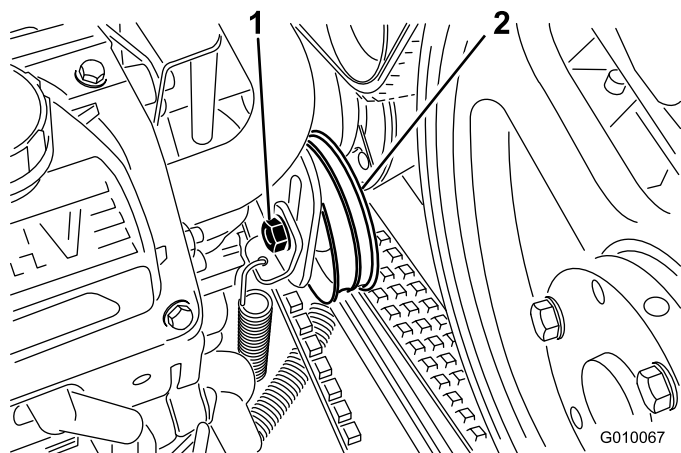

Рисунок 57
3. Ослабьте болт натяжного шкива ремня насоса лишь настолько, чтобы шкив можно было двигать в регулировочном пазу (Рисунок 57).